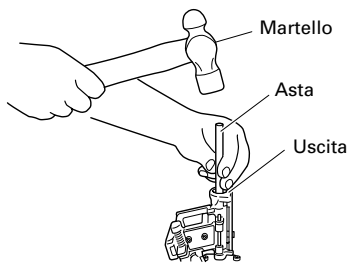

Fig. 11
- (1) Rimuovere il rotolo di chiodi dal contenitore, aprire la guida dei chiodi, inserire un'asticella nell'uscita e picchiettare sull'asticella con un martello. (Fig. 11)